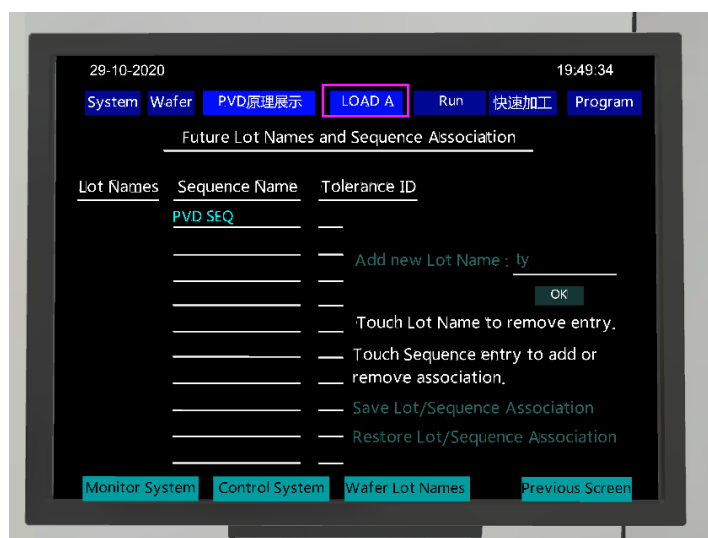

图 8-25 Load A
6) 鼠标点击“Load A”按钮，进行充气加压，如图 8-25 所示。